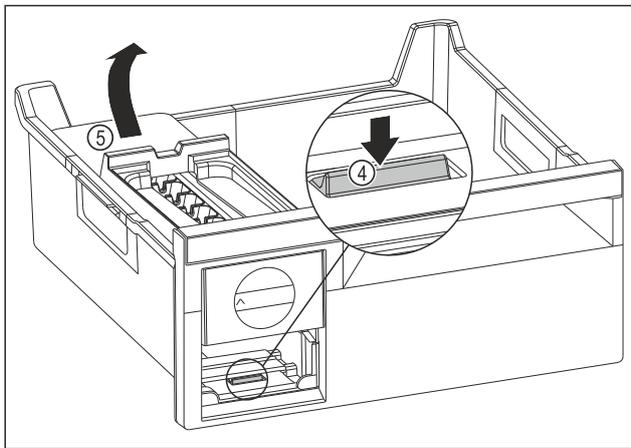

Fig. 110
- ▶ 取出 EasyTwist-Ice 机身：用手指朝下按压接片 Fig. 110 (4) 并同时从后面用另一只手提升 EasyTwist-Ice 机身 Fig. 110 (5)。